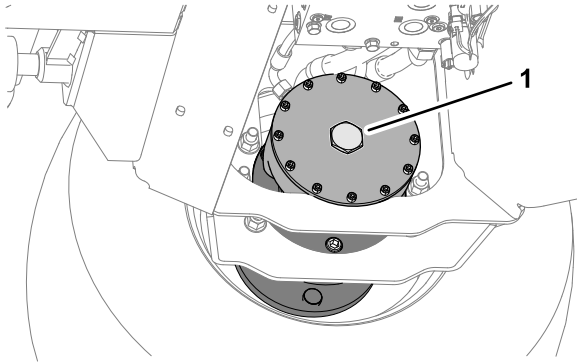

Bild 33
- Entfernen Sie an der Scheibenbremse des rechten Vorderradmotors die Sechskantschraube (Bild 33).